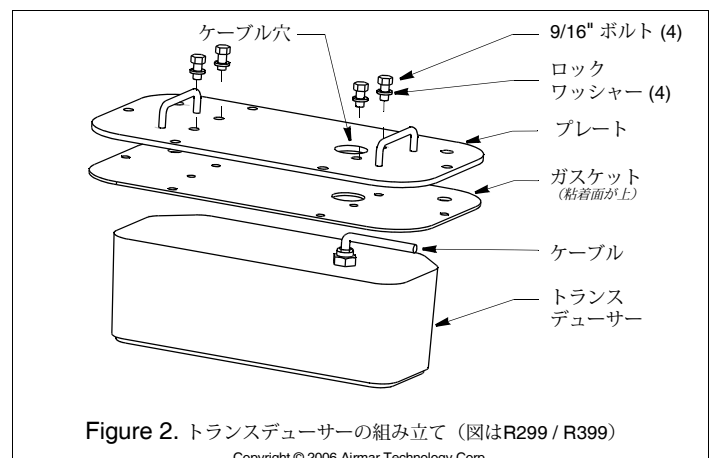

Figure 2. トランスデューサの組み立て (図はR299 / R399)
1. ガasketの粘着面から裏紙をはがします。接着面をプレートに向けて、ガasketの穴と端をプレートの下面に合わせます (図2)。ガasketをしっかりと押し込みます。